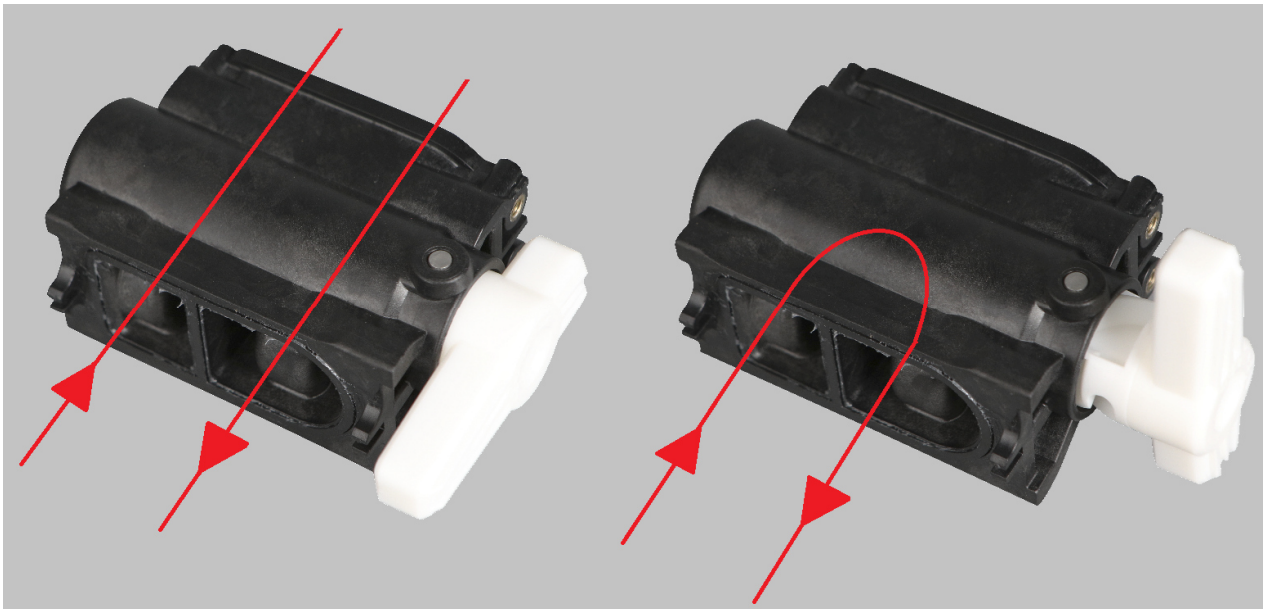

Рис.13
10.12 Системы умягчения / многофункциональные системы могут комплектоваться байпасным клапаном (рис.13).